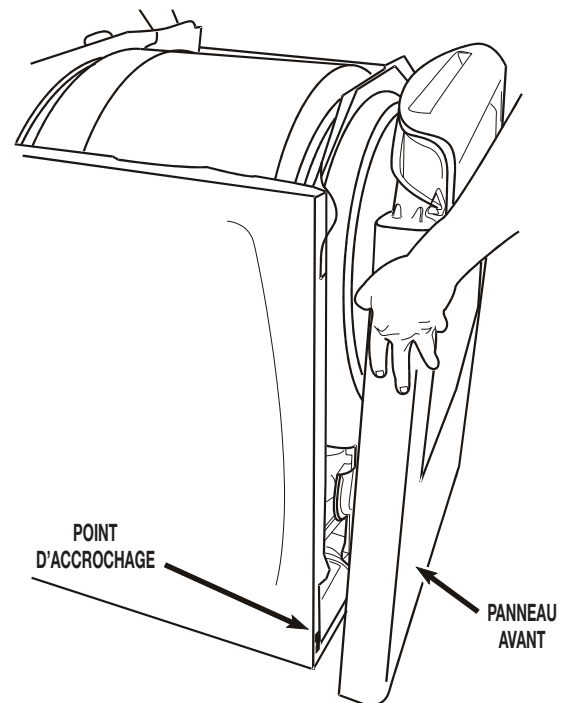

FIGURE 3
4. Soulever le panneau avant; décrocher le panneau avant aux deux points d'accrochage inférieurs; enlever le panneau. Consulter la *Figure 3*.